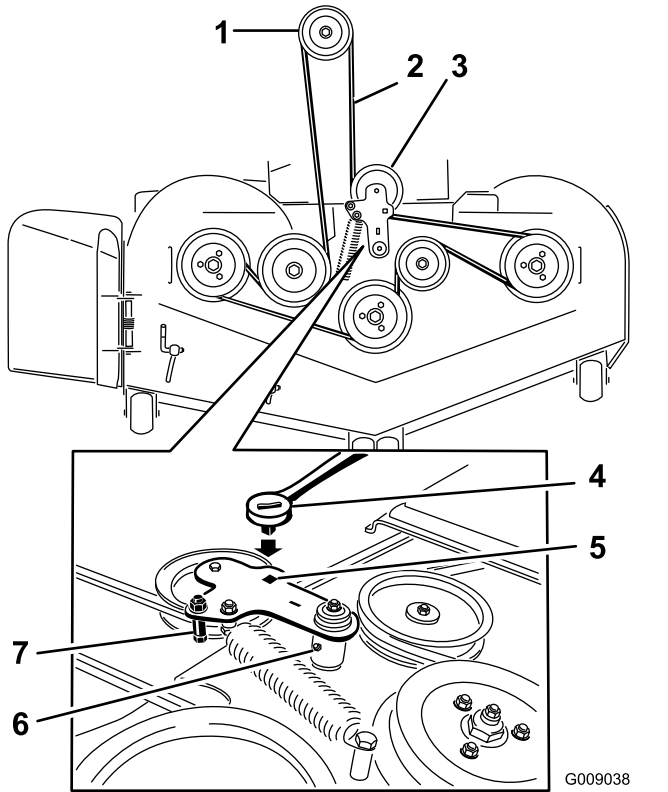

Figura 101
- Levante la chapa de suelo e introduzca una llave dinamométrica en el taladro cuadrado del brazo tensor de la carcasa (Figura 101).
- Gire cuidadosamente el brazo tensor de la carcasa en sentido horario y retire la correa del cortacésped (Figura 101).